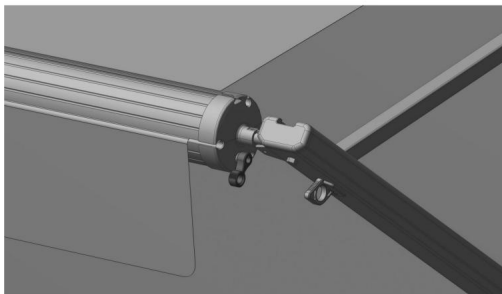

Figura D16
4.2.5 Sujete la correa de bucle y empuje suavemente la palanca de trinquete en la cubierta del extremo del rodillo en la dirección de la flecha con la mano, cambiando la dirección del trinquete a "apagado". (Figura D16)